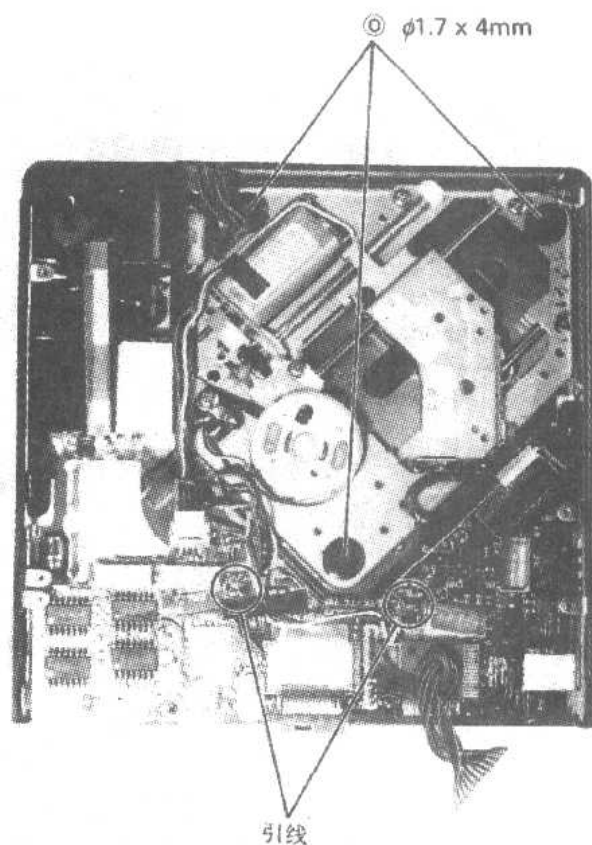

图 1.15
- (1) 去掉可拆卸印刷电路板及马达和开关的引线。
- (2) 取下 3 个螺钉⊙, 见图 1.15。